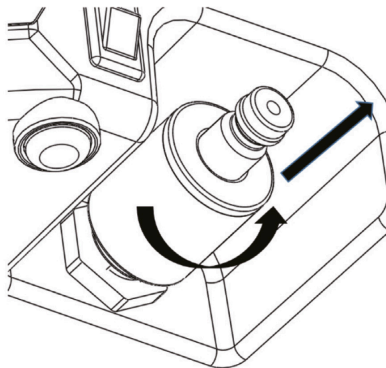

Figura 8 Diagrama esquemático de la sustitución del filtro
5.1.3 Compruebe el filtro de la interfaz de admisión una vez al mes para asegurarse de que no hay impurezas en el filtro. Si hay impurezas, reemplace el filtro a tiempo y compruebe la limpieza del compresor de aire y su entorno. Si no hay impurezas, se recomienda reemplazar el filtro cada 24 meses. Los accesorios incluyen filtros de repuesto. El método para reemplazar el filtro se muestra en la figura 8.